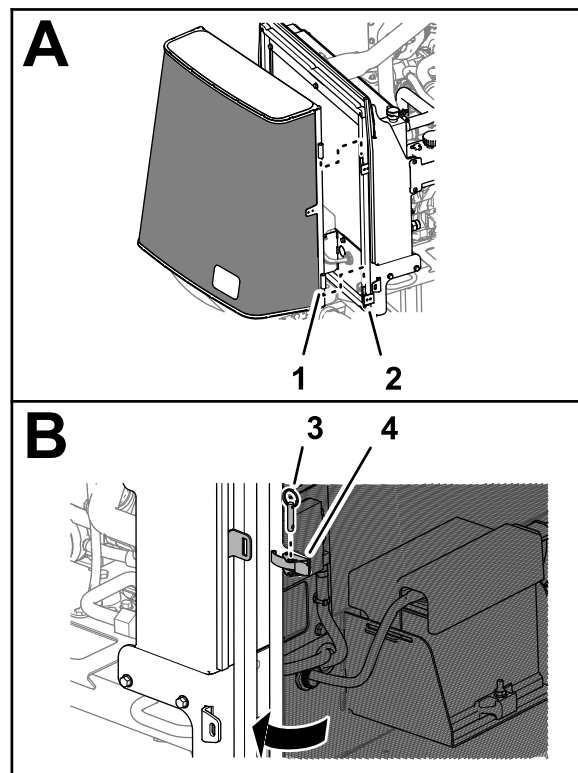

図 21
1. スクリーンの蝶番を、ラジエターフレームのピボットピンに取り付ける 図 21。
2. スクリーンを閉じて、ラッチでラジエターフレームに固定する 図 21。
3. ラッチの穴にボールピンを入れる 図 21。